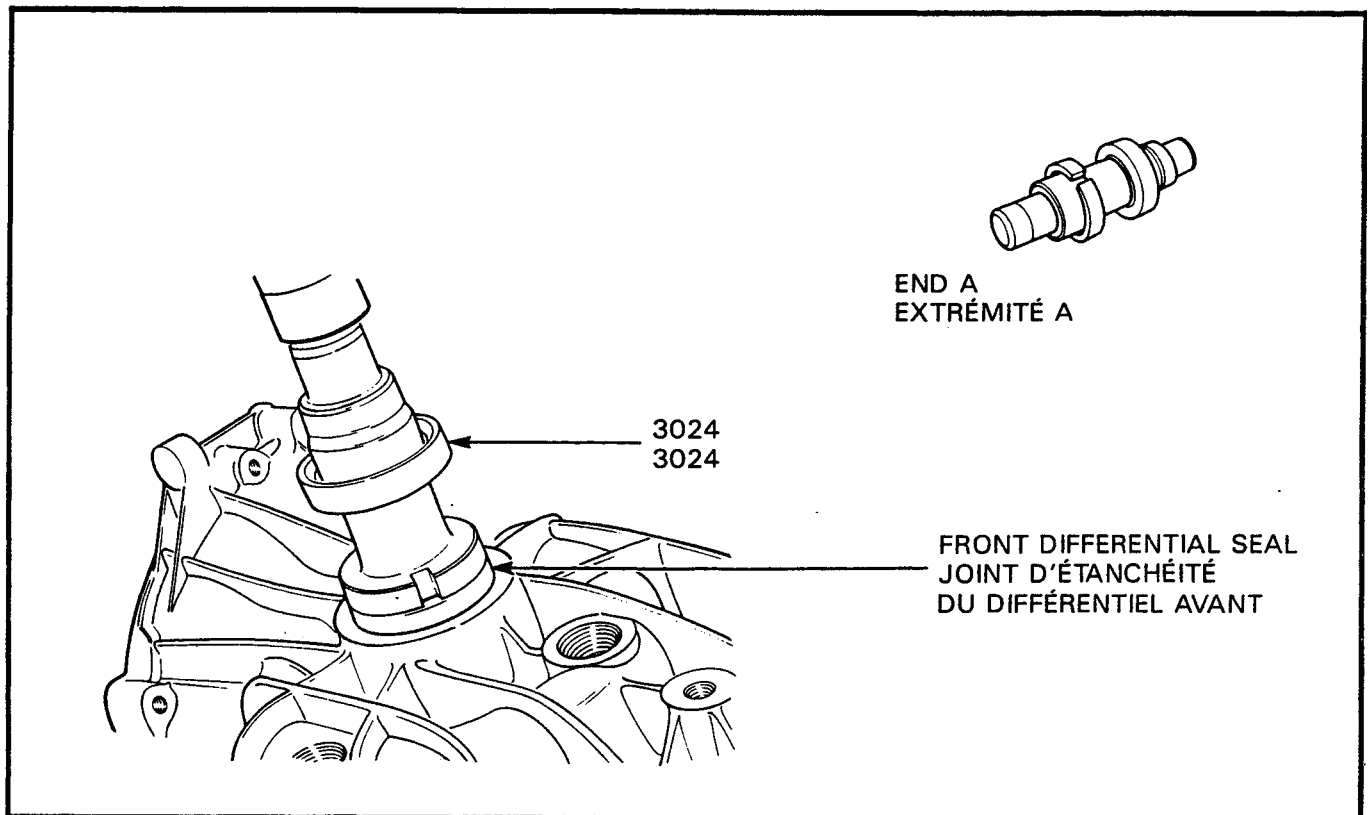

Figure 3-1-8 Installation of Front Differential Seal - Left Side
- b. Using seal installer 3024, end "A", drive the seal in. Ensure the outer face of the seal is 9 to 9.5 mm inside the housing, see Figure 3-1-8.
- b. Au moyen de l'extrémité "A" de l'outil d'installation 3024, enfoncer le joint. S'assurer que la face extérieure du joint se trouve entre 9 et 9.5 mm à l'intérieur du carter. Voir figure 3-1-8.